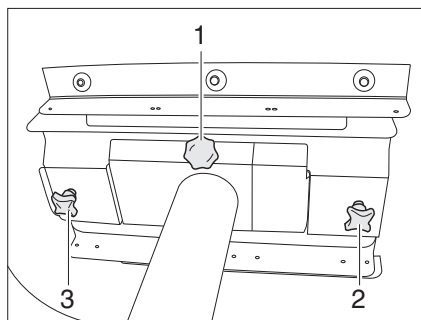

Fig. 80 Table fixe (vue de dessous)
- Dévisser les vis de fixation (Fig. 80,2 et 3).
- Dévisser la vis de fixation (Fig. 80,1).
- Desserrer les vis moletées (Fig. 80,2 et 3).